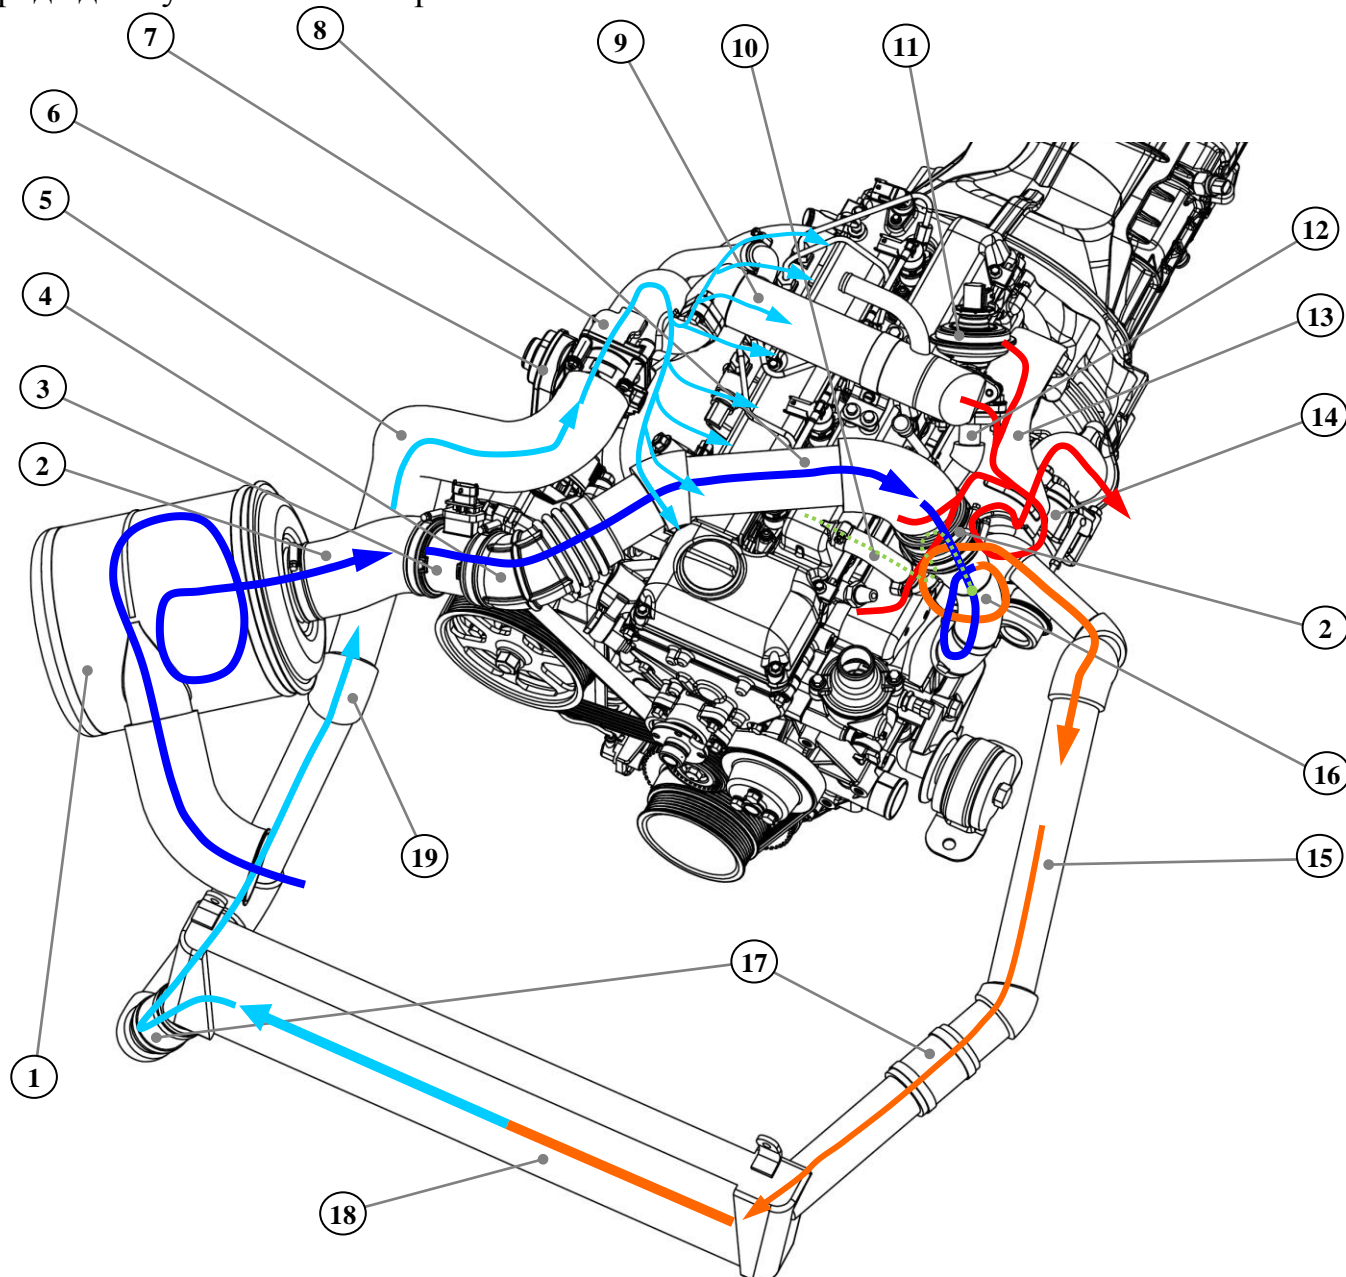

Рис.75. Общий вид системы подачи воздуха и выпуска ОГ:
**Система впуска воздуха** (рис.75) включает в себя: воздушный фильтр 1 с насадком и резонаторным шлангом, воздухопроводы 8, 15 и 19, впускной патрубок турбокомпрессора 16, турбокомпрессор 14, соединительные патрубки 2, 4, 5 и 17, охладитель надувочного воздуха 18, патрубок воздухоподающий с дроссельной заслонкой 6, впускную трубу 7.
**Выпуск отработавших газов** (рис.75) осуществляется через выпускные клапаны, выпускные каналы головки цилиндров, чугунный выпускной коллектор 13, корпус турбины турбокомпрессора 14 в приемный патрубок трубы глушителя, нейтрализатор, глушитель и далее по системе выпуска автомобиля в атмосферу.